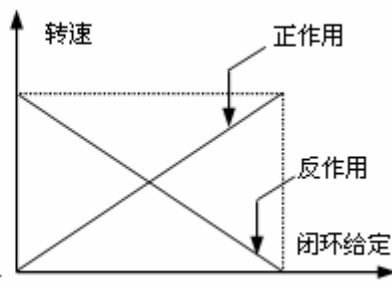

图 4-35 闭环调节特性示意图
通过 P7.14 的设置可以适应两种闭环特性的要求，如图 4-35 所示。
- (1) 确定闭环给定和反馈通道(P7.01、P7.02)。
- (2) 模拟闭环需设定闭环给定与反馈的关系(P7.06~ P7.09)。
- (3) 确定闭环调节特性，如果给定和要求的电机转速的关系相反，将闭环特性调节设为反作用(P7.14=1)，如图 4-35 所示。
- (4) 设定闭环预置频率功能(P7.16~ P7.17)。
- (5) 设定闭环滤波时间、采样周期、偏差极限、增益系数(P7.03、P7.04、P7.12、P7.13)。